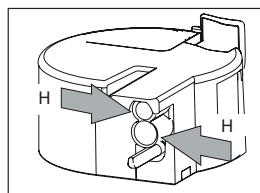
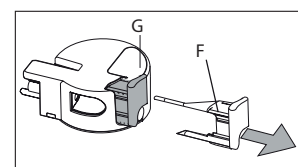

Fig. 46
Fig. 47
- ▶ Retirer le régulateur de mousse de lait (F) en le tirant vers l'extérieur.
- ▶ Laver soigneusement tous les composants avec de l'eau chaude et un liquide de nettoyage doux. S'assurer qu'il ne reste aucun résidu de lait à l'intérieur des trous (Fig. 46) et de la cavité sur l'extrémité fine du régulateur de lait en mousse (Fig. 47).